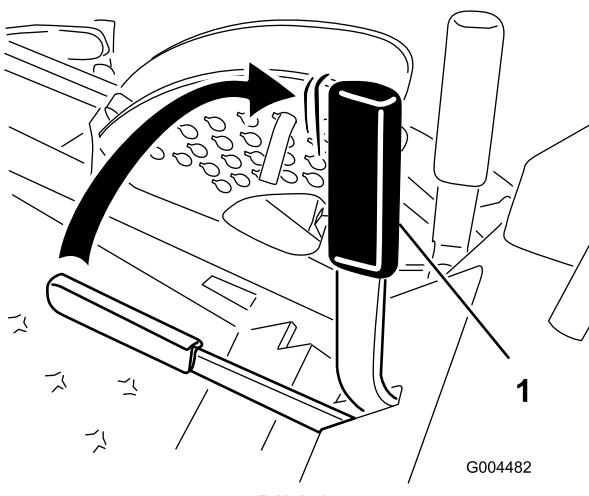

Bild 15
2. Ziehen Sie den Feststellbremshebel nach hinten und oben, um die Feststellbremse zu aktivieren (Bild 15). Der Feststellbremshebel muss fest in der aktivierte Stellung bleiben.
Drücken Sie den Feststellbremshebel nach vorne und unten, um die Feststellbremse zu lösen (Bild 15).